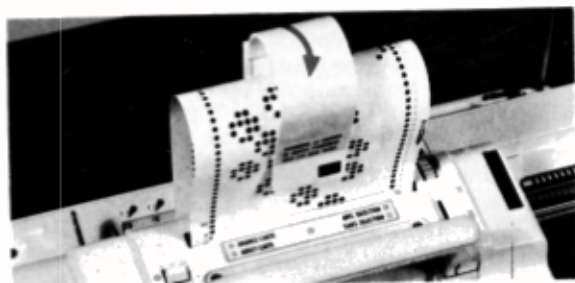

Fig. 28
- Rabattre le couvercle du support de carte (fig. 28).